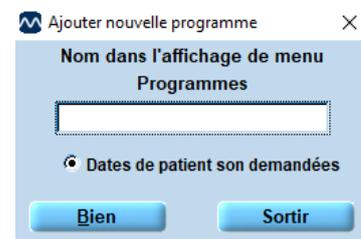

Figure 22
1. La fenêtre suivante apparaît (Figure 22) :